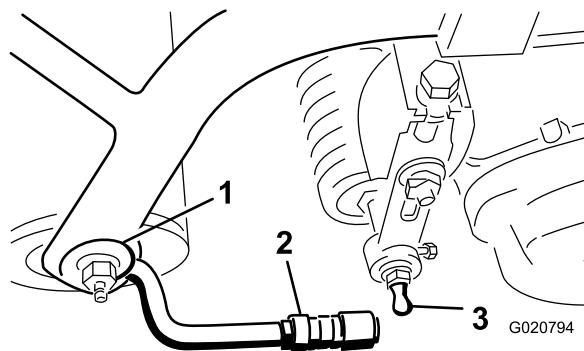

Рисунок 8
3. Наденьте втулку на приемную часть шарового шарнира и зацепите приемную часть за шаровой палец режущего блока. Ослабьте втулку, чтобы она была надвинута на шаровой палец и зафиксирована соединение узлов между собой (Рисунок 8).